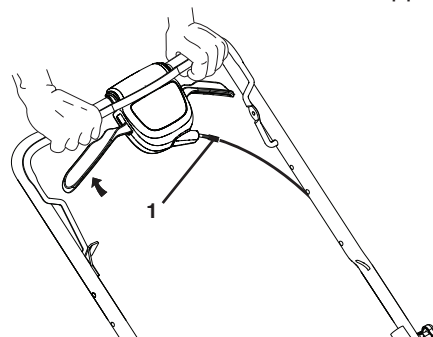

Figure 8
2. Tournez la tourillon pour l'épreuve la vitesse d'entraînement (Figure 8).